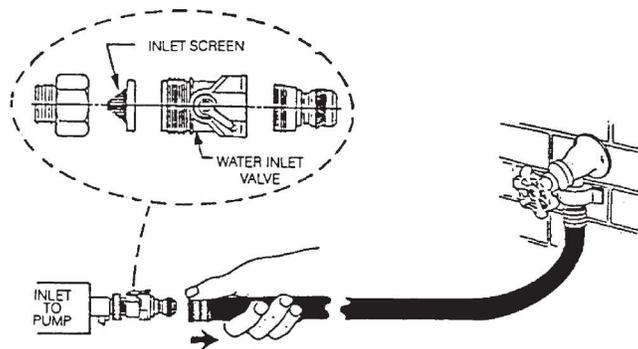

FIG. 2
El equipo debe tener una conexión a tierra para proteger al operador de posibles descargas eléctricas. La unidad cuenta con un conductor de tres cables y un receptáculo adecuado para puesta a tierra. El conductor verde (o verde y amarillo) del cable es la conexión a tierra. No conecte nunca este cable a una terminal con electricidad. Las unidades diseñadas para menos de 120 voltios tienen un enchufe como el de la Fig. A. Hay un adaptador disponible (Fig. 2 y 3) para conectar enchufes de tres púas a tomacorrientes de dos orificios, excepto en Canadá.
2. La rejilla de entrada debe limpiarse antes de cada uso para evitar daños a la bomba. Para limpiar la rejilla de entrada, retire la manguera tirando hacia atrás del accesorio de desconexión en la válvula de entrada de agua (consulte la Fig. 2). Retire la válvula de entrada de agua y la pantalla. Enjuague bien la pantalla con agua. Reemplace la pantalla, la válvula de entrada de agua y la manguera.